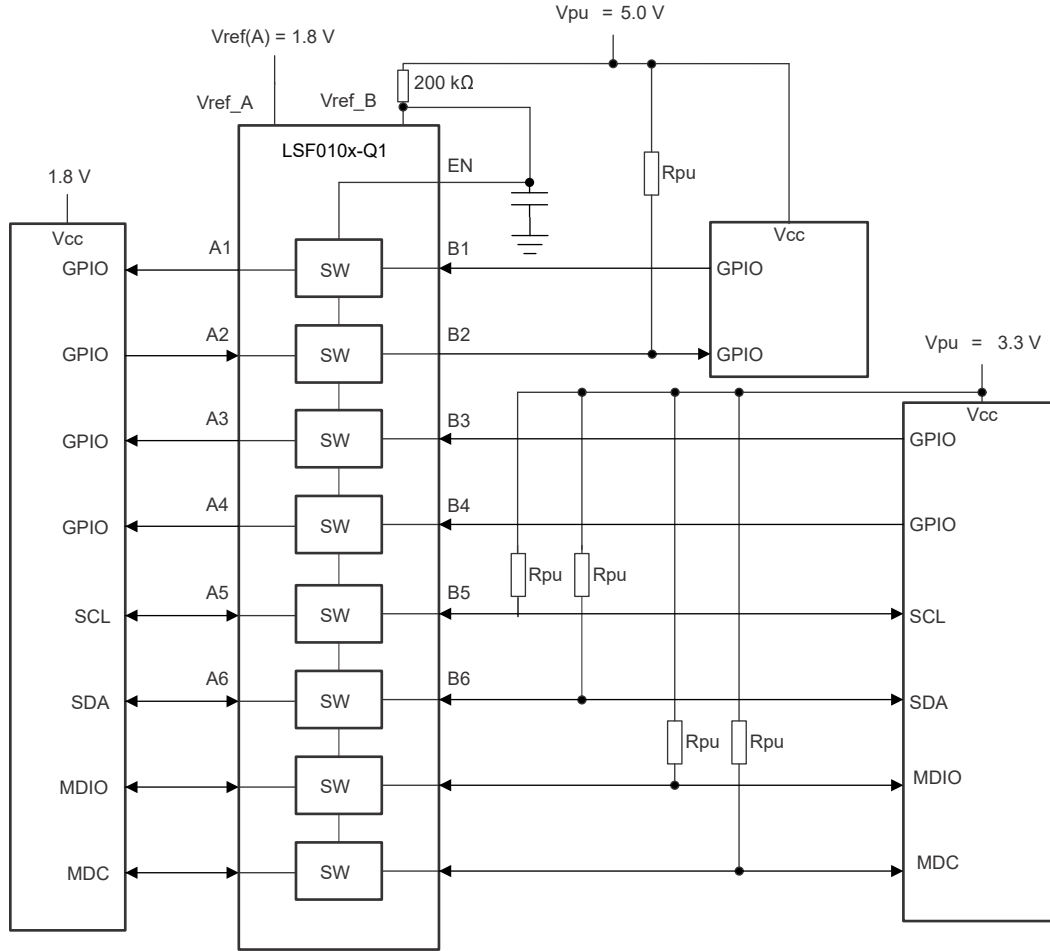

图 9-6. 使用 LSF010x-Q1 进行多电压转换
每个通道的电源电压 ( $V_{PU}$ ) 可由一个上拉电阻器单独设置。图 9-6 展示了这种混合模式多电压转换的示例。有关多电压转换的更多详细信息，请参阅 使用 LSF 系列进行多电压转换 视频。
**典型运行 ( $V_{ref\_B} > V_{ref\_A} + 0.8V$ )：**在这种情况下，A 侧不需要上拉电阻器来实现正确的下行转换，如图 9-6 的通道 1 和 2 所示。在该器件的典型工作模式下，在从 B 到 A 下行转换时，A 侧 I/O 端口将钳制于  $V_{ref\_A}$ ，以便提供适当的电压转换。有关器件运行的更多说明，请参阅使用 LSF 系列进行下行转换视频。